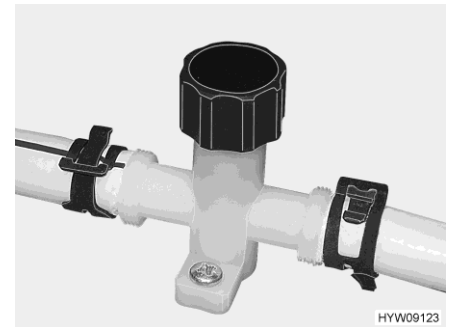

Fig. 127 Robinet de vidange (conduite d'eau)
- Fermer tous les robinets de vidange (Fig. 127). Tourner pour cela les capuchons dans le sens des aiguilles d'une montre ou mettez le commutateur à bascule à l'horizontale. La valve de sécurité et de vidange et les robinets de vidange se trouvent dans le coffre de la banquette ou sous une trappe.